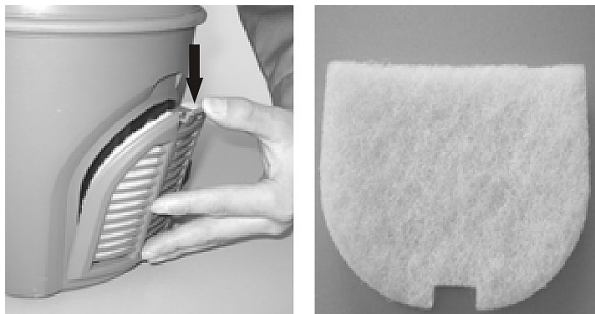

Abb. 13: Austausch des Auslassfilters
Schritt 1: Lösen Sie vorsichtig die Abdeckung des Auslassfilters im unteren Bereich des Trockensaugers (Abb.13).